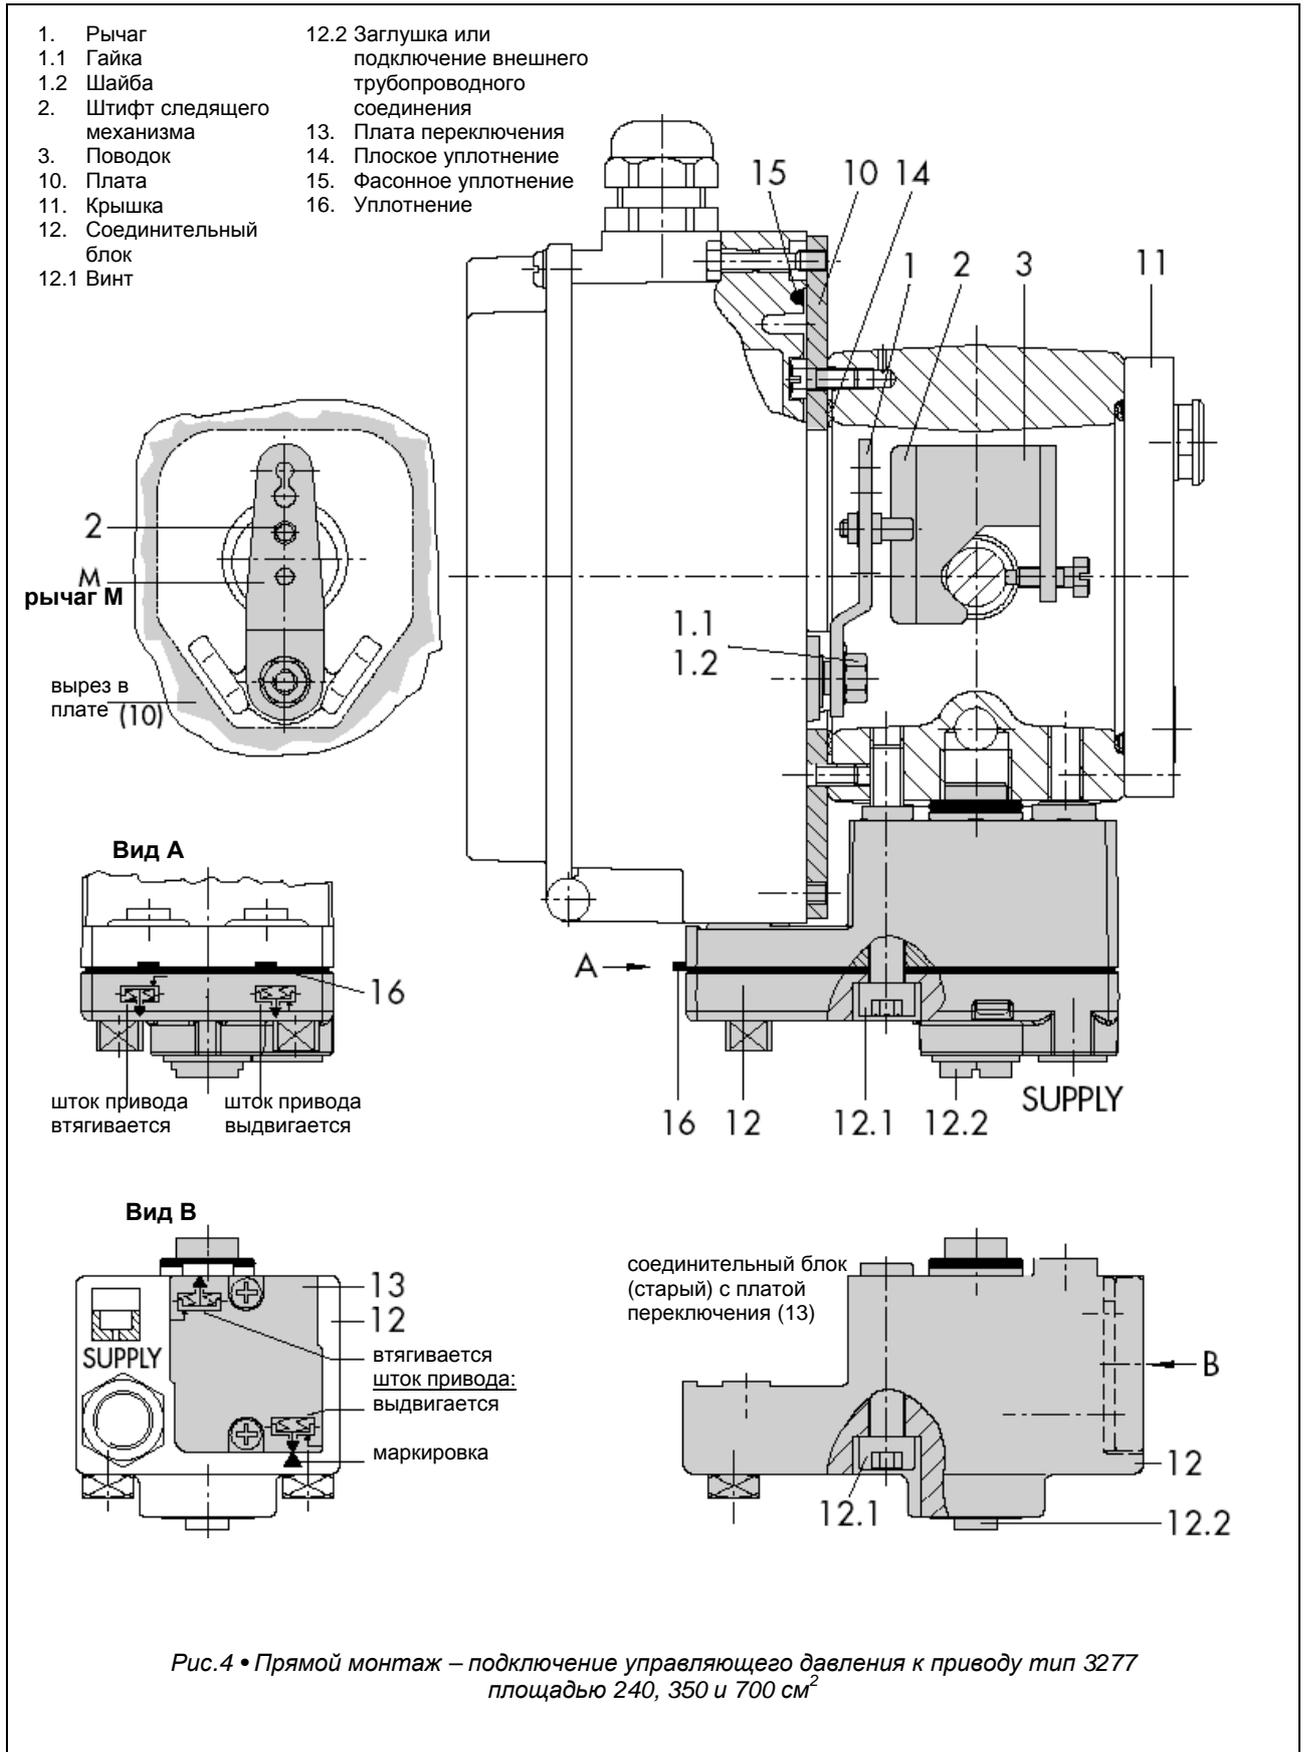

Рис.4 • Прямой монтаж – подключение управляющего давления к приводу тип 3277 площадью 240, 350 и 700 см²
1. Установить поводок (3) на штоке привода, выровнять его и накрепко привинтить так, чтобы крепежный винт установился в пазу штока привода.
2. Закрепить плату (10) так, чтобы узкая сторона выемки (рис. 4 слева) была в направлении места подключения управляющего давления. Приклеенное плоское уплотнение (14) должно указывать в направлении рамы привода.
3. Для приводов площадью 700см² следует вывинтить штифт следящего механизма (2) на рычаге **М** (1) с обратной стороны позиционера из позиции **35**, переставить его в отверстие на позиции **50** и завинтить. Для приводов площадью 240 и 350см² с ходом 15мм штифт (2) остается на прежней позиции **35**.
4. Уложить фасонное уплотнение (15) в пазу корпуса позиционера.
5. Установить на плате (10) позиционер так, чтобы штифт следящего механизма (2) лег на верхнюю поверхность поводка (3).
6. Проконтролировать, чтобы язычок уплотнения (16) со стороны соединительного блока был так ориентирован, что изображенный символ «шток выдвигается» или «шток втягивается» совпадал с реальным действием привода. В противном случае следует отвинтить три крепежных винта, снять плату и, повернув уплотнение (16) на 180°, снова установить на место. В случае использования **старой** конструкции соединительного блока (рис. 4 внизу) необходимо так повернуть плату переключения (13), чтобы необходимый символ привода расположился напротив маркера-стрелки.
7. Установить соединительный блок (12) с его уплотнительными кольцами на позиционере и раме привода и привинтить крепежным винтом (12.1). В приводе с положением безопасности «шток привода втягивается» необходимо дополнительно удалить заглушку (12.2) и смонтировать внешнюю проводку управляющего давления.
8. Смонтировать на обратной стороне корпуса крышку (11). При этом непременно проверить, чтобы в смонтированном положении регулирующего клапана пробка сброса воздуха была направлена вниз для беспрепятственного стока конденсата, который может скапливаться в приборе.